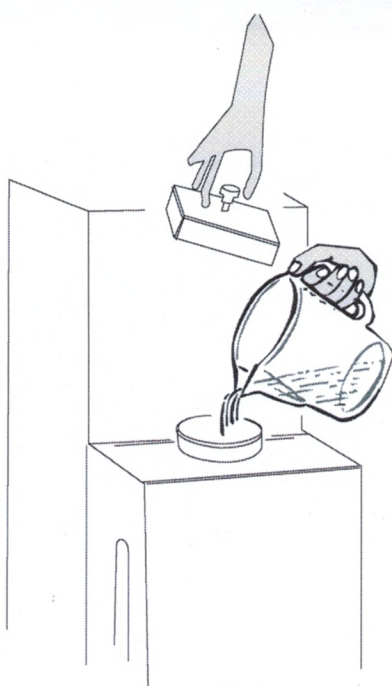

Fig. 3
1. Remplissez le réservoir d'eau (**Fig. 3**) . **ATTENTION : vérifiez qu'il y ait toujours de l'eau dans le réservoir.**
3. Il est conseillé de remplacer le bouchon à valve toutes les 2 500 heures de travail ou au maximum tous les 3 ans (fig. 3). L'opération doit être exécutée avec l'appareil BARBARA 31 mod.2013 éteint et froid et lorsque le manomètre indique 0 bar.